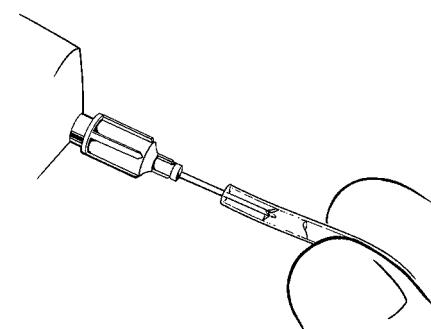

Figura 4-22. Lavado de los tubos
3. Utilice una aguja de punta roma de calibre 22 para lavar los extremos de los tubos (**Figura 4-22**) con solución salina normal, a fin de eliminar las partículas y el aire antes de la conexión.